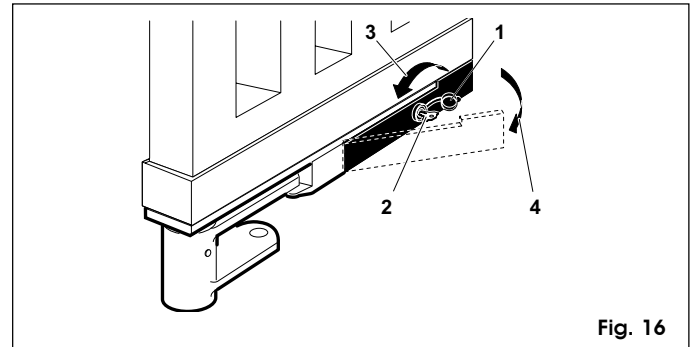

Fig. 16
- Quitar el tapón de protección de la cerradura (fig. 16-ref. 1).
- Introducir la llave de desbloqueo en la cerradura (fig. 16-ref. 2).
- Girar la llave en la dirección de la columna hasta el tope (fig. 16-ref. 3).
- Tirar de la palanca (fig. 16-ref. 4).